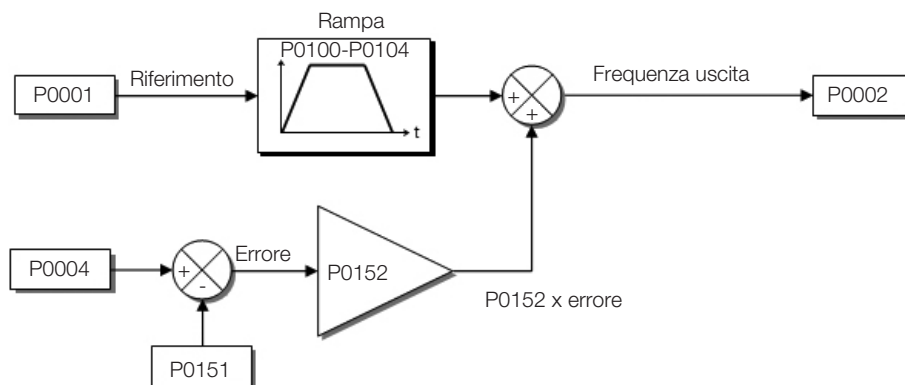
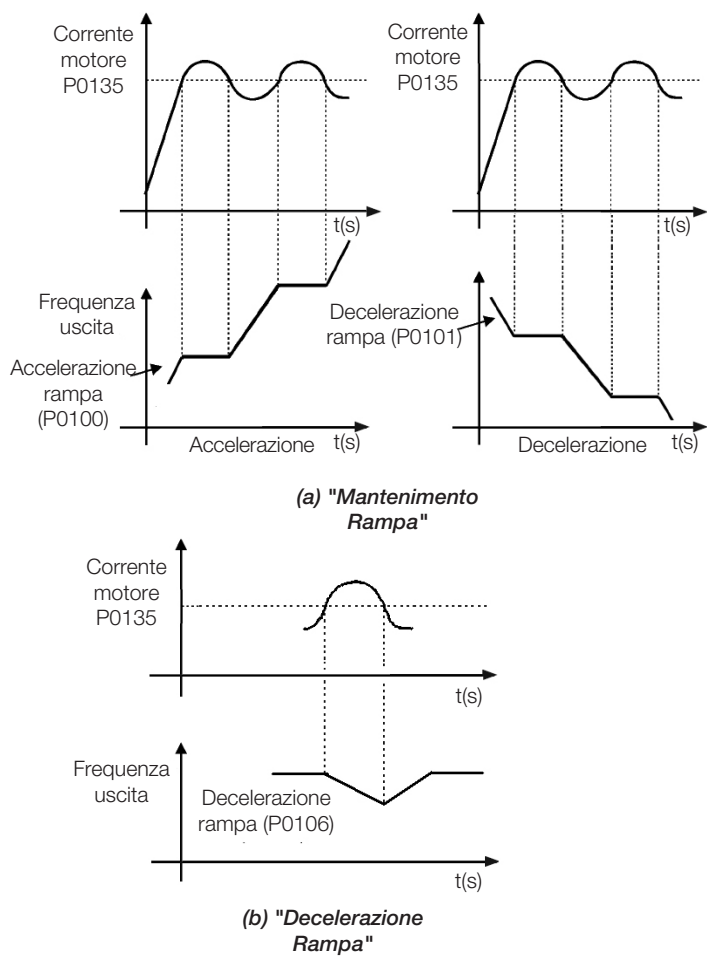

Figura 9.8: Diagramma a blocchi della limitazione tensione del circuito intermedio - Accelerazione Rampa
Figura 9.10: (a) e (b) Modalità di attivazione della limitazione di corrente tramite P0135
- Attuazione: la tensione del circuito intermedio viene misurata (P0004) e confrontata con il valore impostato in P0151; la differenza tra questi segnali (errore) viene moltiplicata per il guadagno proporzionale (P0152); il risultato è quindi aggiunto all'uscita della rampa, come da Figura 9.8 a pagina 9-13 e Figura 9.10 a pagina 9-14.
- Attuazione: se la corrente del motore supera il valore impostato in P0135 durante l'accelerazione o la decelerazione, la velocità non verrà incrementata (accelerazione) o decrementata (decelerazione). Quando la corrente del motore raggiunge un valore inferiore a P0135, il motore accelera o decelera nuovamente. Fare riferimento a Figura 9.10 a pagina 9-14.
- Attuazione: se la corrente del motore supera il valore impostato in P0135, viene forzato un valore nullo per l'ingresso della rampa di velocità che costringe alla decelerazione del motore. Quando la corrente del motore raggiunge un valore inferiore a P0135, il motore accelera nuovamente. Guardate Figura 9.10 a pagina 9-14.
Livello di corrente per attivare la limitazione di corrente per le modalità Rampa di mantenimento e Rampa di decelerazione, come da Figura 9.10 a pagina 9-14, rispettivamente.